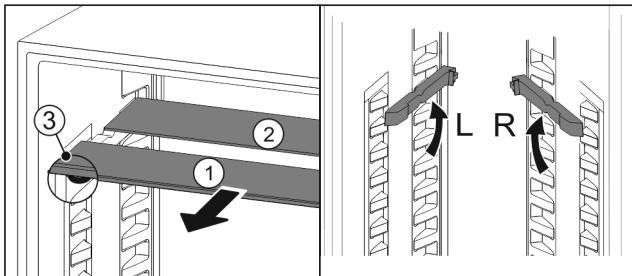

Fig. 53
- По одной извлеките Fig. 53 (1) стеклянные панели движением вперед.
- Стеклянная панель Fig. 53 (1) с декоративной планкой лежит спереди.
- Стопоры Fig. 53 (3) показывают вниз.